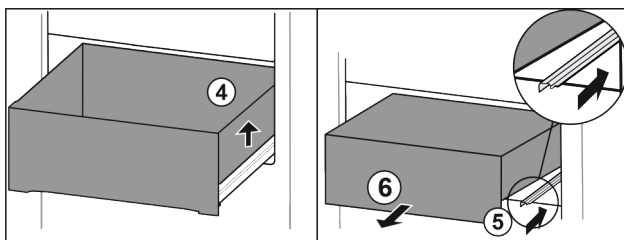

Fig. 32
- Nosta vetolaatikkoa oikealta. Fig. 32 (4)
- Työnnä oikea kisko paikalleen. Fig. 32 (5)
- Poista vetolaatikko vetämällä sitä eteenpäin. Fig. 32 (6)